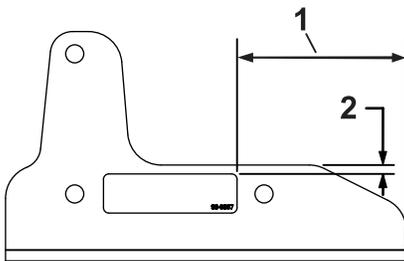

Figura 1
1. Instale o autocolante no suporte esquerdo como se mostra na Figura 1.